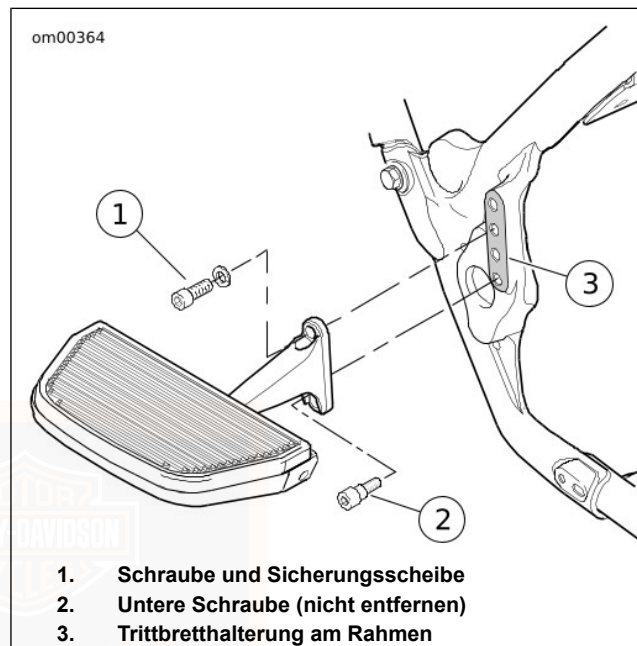

Abbildung 21. Soziustrittbrett
1. Siehe Abbildung 21. Die Innensechskantschraube mit der Sicherungsscheibe von der Oberseite der Trittbretthalterung entfernen. Die untere Schraube nicht entfernen.